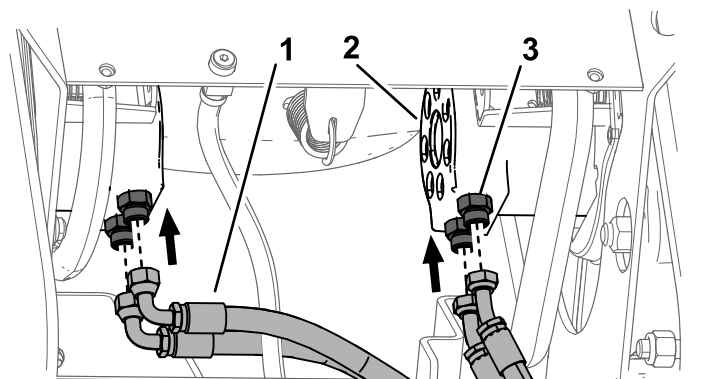

Bild 12
7. Bringen Sie die Hydraulikanschlusssstücke am neuen Kettenmotor an (**Bild 12**). Ziehen Sie diese auf ein Drehmoment von 136-163 N·m an.
1. Schlauch (4) 3. Kettenmotor (2)
2. Am Anschluss eingebautes Hydraulikanschlusssstück (4)
8. Bringen Sie die Schläuche an die gekennzeichneten Anschlüsse an (**Bild 12**).